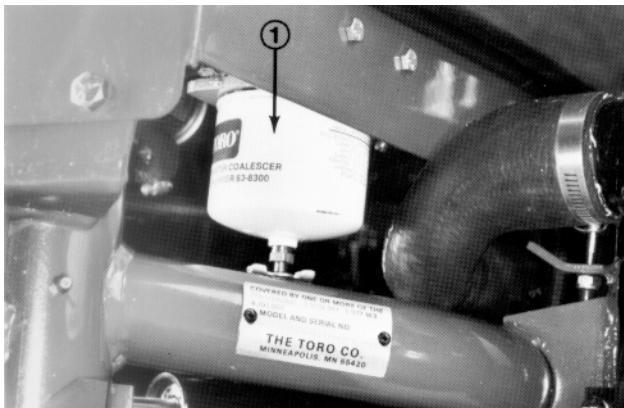

Figure 10
- 1. Chercher le filtre à carburant/séparateur d'eau à l'arrière de la tondeuse, du côté droit, sous le réservoir de carburant (Fig. 10).